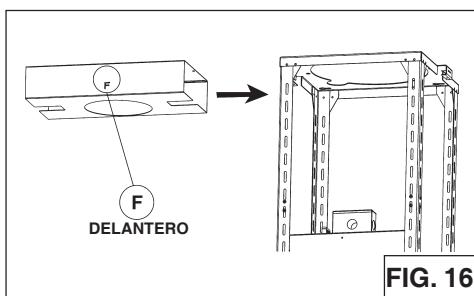

FIG. 16
3. Inserte el pleno a la parte superior del armazón de soporte. Asegúrese de que la letra F se coloca en la parte delantera del bastidor de soporte (Fig.16).